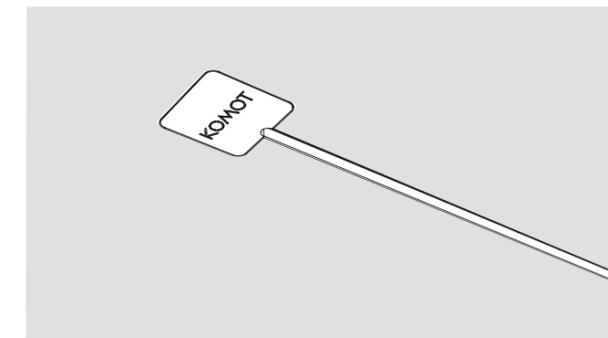

Abb. 9
10. Verschließen Sie die Unterputzschiene mit der KOMOT Kappe (Abb. 9).